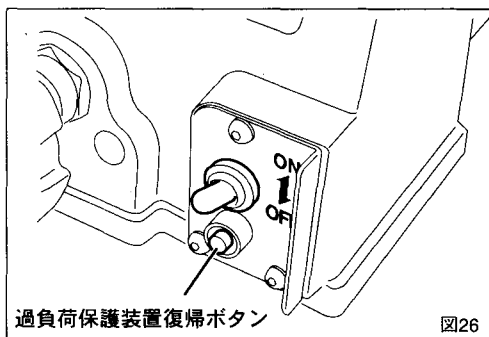

図26
3. 切断中にモータが停止した場合 (図26)
- ①スイッチをOFFにする
- ②原因を取り除く
- ③スイッチの下にある過負荷保護装置復帰ボタンを押す (図26)